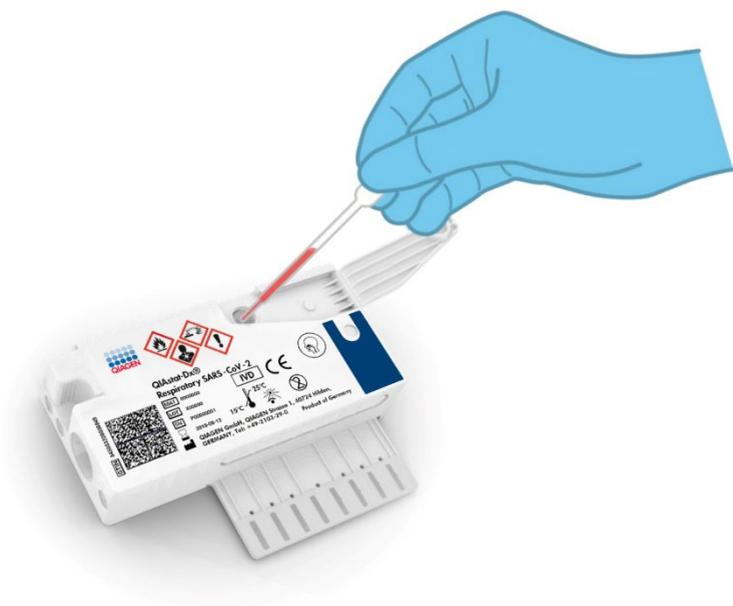

Figure 3. Distribution d'échantillons liquides en milieu de transport dans le port principal.
**Option 2** : une pipette de transfert est utilisée pour distribuer un échantillon liquide en milieu de transport dans le port principal (figure 3).